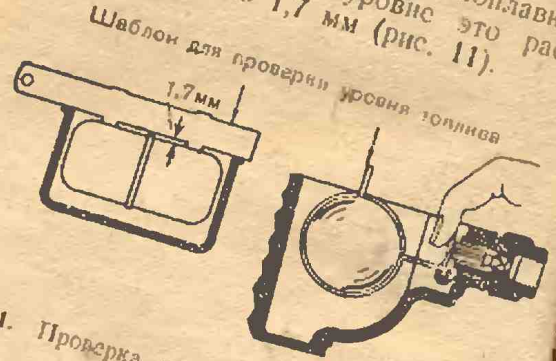

Рис. 11. Проверка уровня топлива в поплавковой камере карбюратора
1. Замерь расстояние между верхней поплавковой поплавка и плоскостью разъема поплавковой камеры. При правильном уровне это расстояние должно быть равно 1,7 мм (рис. 11).
3. Вращая колесо вперёд, слегка повёртывай регулировочный эксцентрик 1 (рис. 13) и опорный палец 3 колодки в направлениях, указанных на рис. 11 стрелками, до тех пор пока колодка не затормозит колесо.